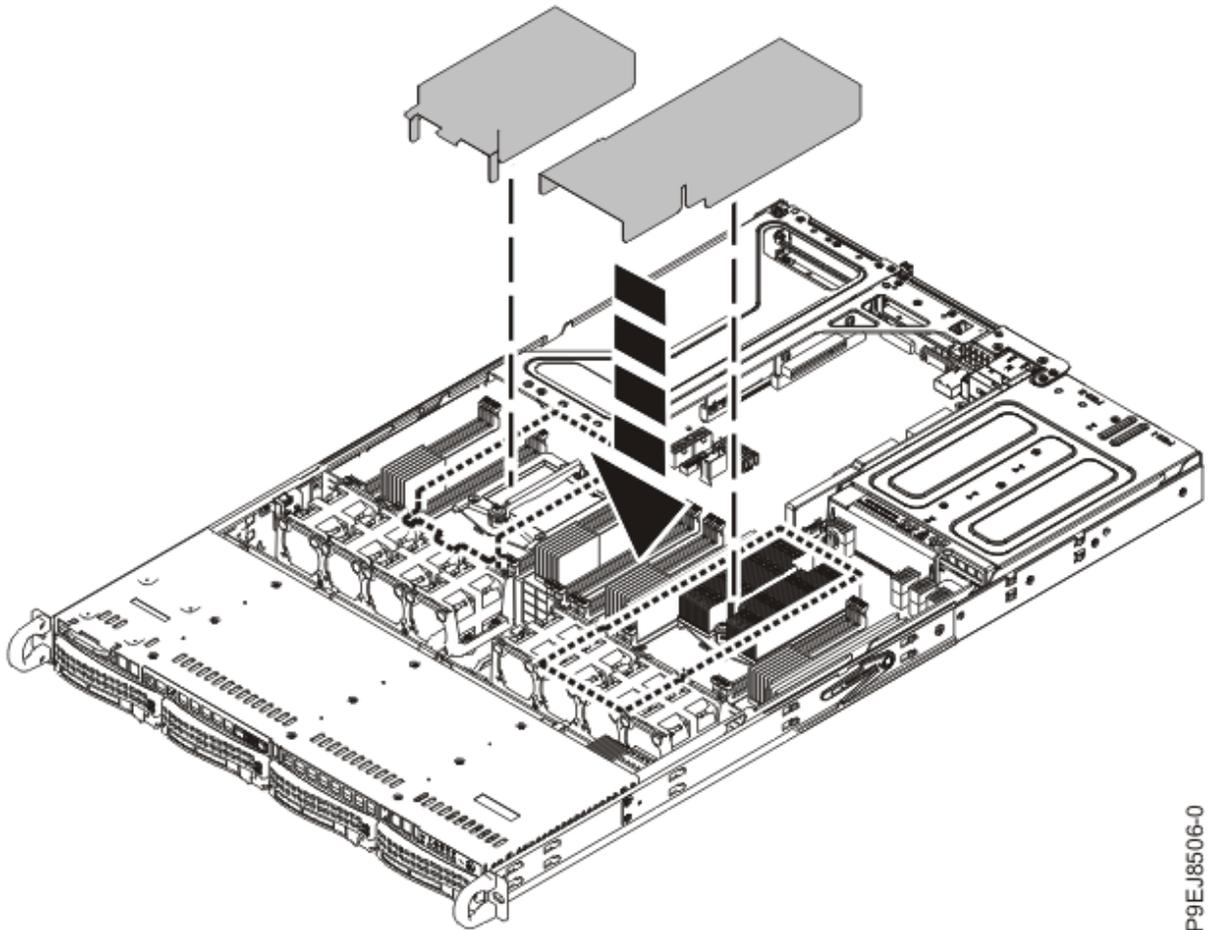

Abbildung 46. Luftführung des Systemprozessors installieren
21. Installieren Sie die Luftführung des Systemprozessors (siehe Abbildung 46 auf Seite 52).